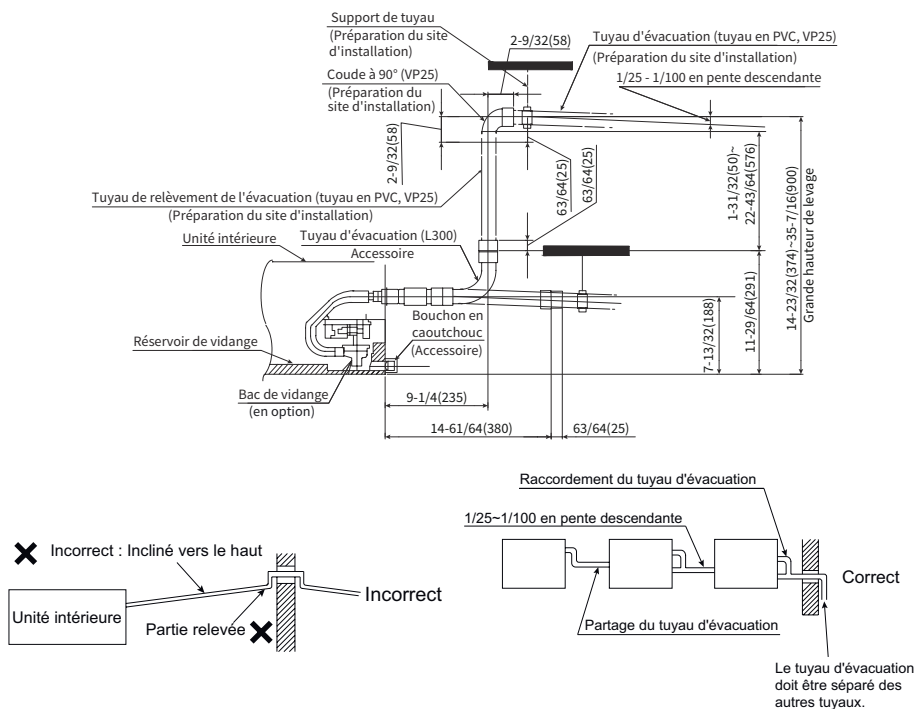

Figure 6.1 Tuyau de condensat
- La position du raccordement du tuyau de condensat est indiquée sur la figure 6.1.